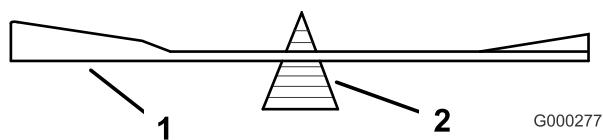
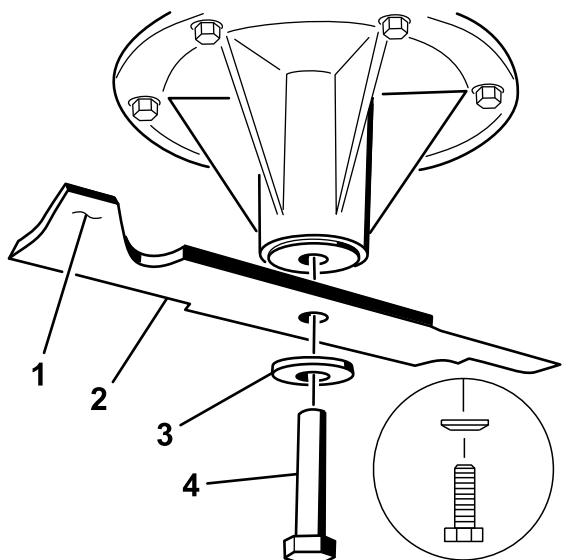

Figure 96
Figure 97
2. Vérifiez l'équilibre de la lame en la plaçant sur un équilibrEUR (Figure 96). Si la lame reste horizontale, elle est équilibrée et peut être utilisée. Si la lame est déséquilibrée, limez un peu l'extrémité de la partie relevée seulement (Figure 97).
1. Placez la lame sur l'axe (Figure 97).
2. Mettez en place la rondelle élastique et le boulon de la lame. Le côté bombé de la rondelle élastique doit être dirigé vers la tête du boulon (Figure 97). Serrez le boulon de lame à un couple de 115 à 150 Nm (85 à 110 pi-lb).